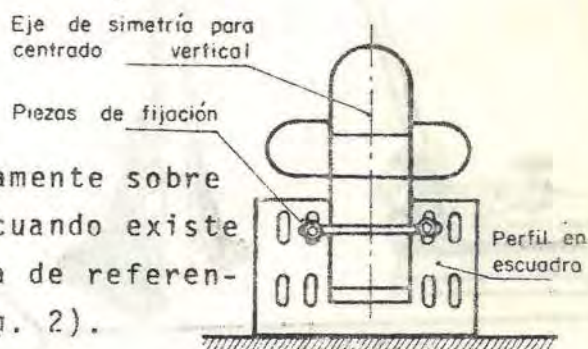

Fig. 3
2. Se sujeta con un perfil en escuadra, cuando la superficie de referencia de la pieza no atiende a las necesidades del trazado (fig. 3).